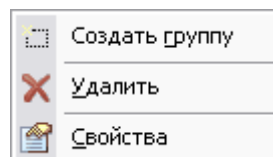

Рис. 14
Работа с группами пользователей ведется посредством контекстного меню, вызываемого нажатием правой кнопки мыши на группу в окне групп (Рис. 14).
1. Выберите пункт меню **Создать группу** (Рис. 14).
С группами пользователей можно проделать следующие операции (Рис. 14):